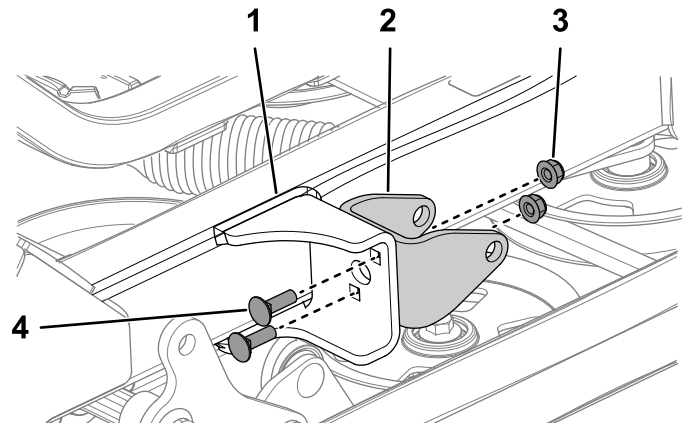

図 10
2. 左側フレームチューブに、アクチュエータマウントを取り付けるキャリッジボルト5/16 x 1"2本とロックナット5/16"2個で図10のように取り付ける。